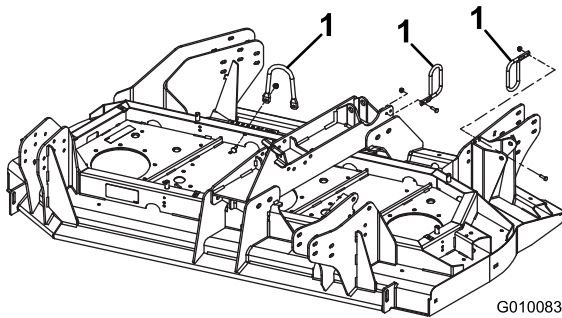

Bild 5
3. Nehmen Sie die (3) Schlauchführungen vom Mähwerk ab (Bild 5). Die (2) Führungen um die Schläuche, können an den Hydraulikschläuchen angeschlossen bleiben.
9. Richten Sie die drei (3) Schlauchführungen mit dem Mähwerk aus und befestigen sie (Bild 5).